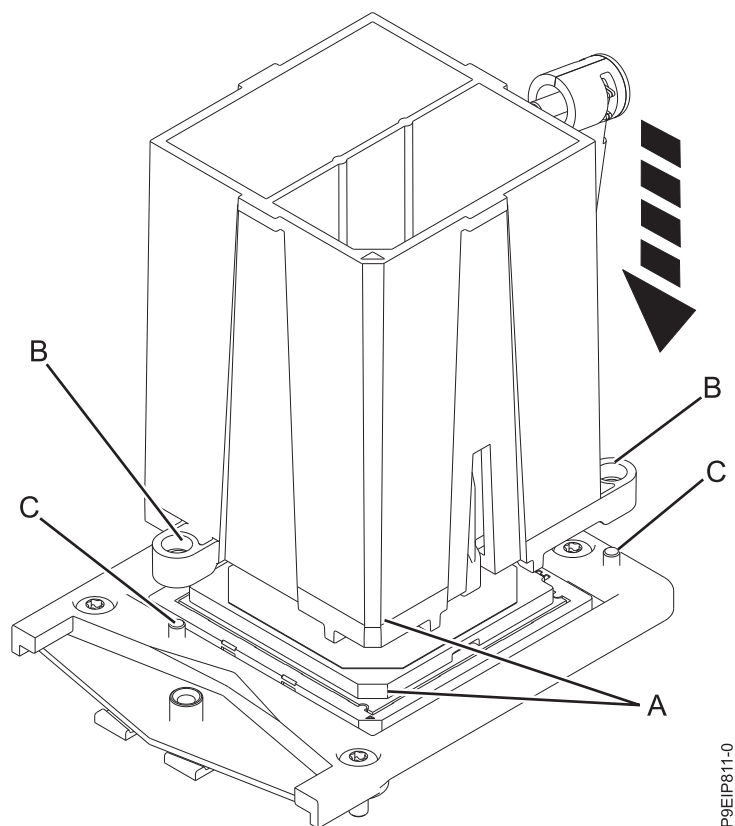

Figure 64. Installation du module de processeur système
7. Abaissez l'outil et le module de processeur système sur le support. Alignez l'angle biseauté (**A**) de l'outil avec l'angle biseauté du support, comme illustré dans la figure 64, à la page 65. Assurez-vous que les deux broches de guidage (**C**) s'insèrent dans les trous d'alignement (**B**) de chaque côté de l'outil. Prenez soin d'abaisser l'outil uniformément sans l'incliner. N'essayez pas de faire glisser l'outil et le module de processeur système dans une direction alors que le module de processeur système est en contact avec le support. Si l'outil et le module de processeur système ne sont pas alignés avec les broches de guidage, soulevez-les et repositionnez-les.